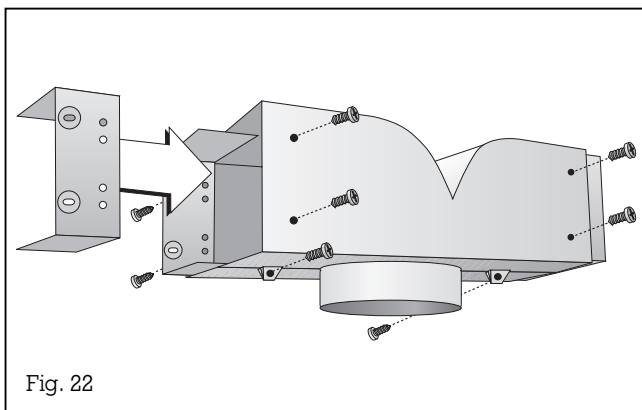

Fig. 22
**Seulement pour le mode recyclage :** assembler la dérivation de recyclage et la fixer au bâti porteur (fig. 22 et 23). Couper le flexible de sortie à la longueur appropriée et le fixer à la hotte.